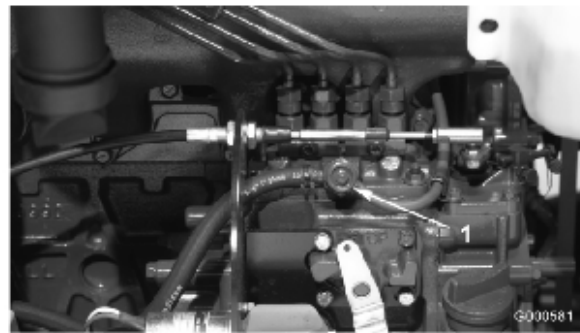

図 36
- 燃料噴射ポンプについているエア抜きネジ (図 36) をゆるめる。